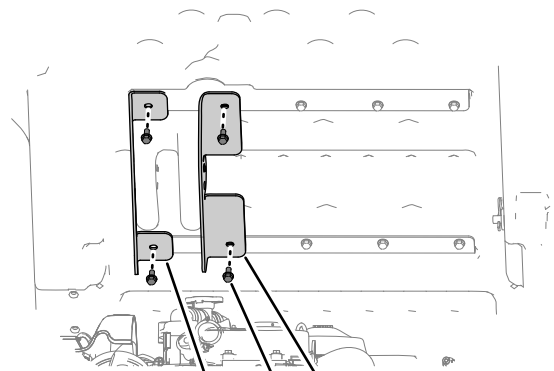

Figura 5
- 2. Alinhe o suporte exterior da caixa (o suporte com as flanges curtas) ao furo exterior em cada suporte da caixa (Figura 5).
- 3. Prenda o suporte exterior da caixa (o suporte com as flanges curtas) à caixa com dois dos parafusos que removeu no passo 1, e aperte os parafusos à mão (Figura 5).
- 4. Alinhe o suporte interior da caixa (o suporte com as flanges compridas) ao furo interior em cada suporte da caixa (Figura 5).
5. Prenda o suporte interior da caixa à caixa com os dois parafusos que removeu no passo 1 e aperte os parafusos à mão (Figura 5).